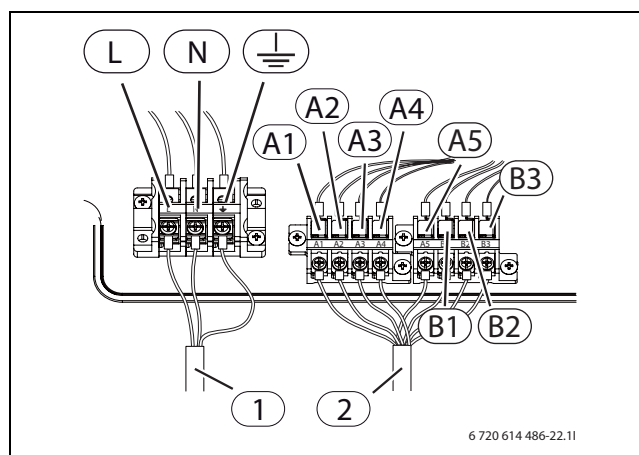

Fig. 32 Beskrivelse av koblinger, polklemme for varmepumpe
- ▶ Koble til kablene som vist i fig. 32 - side 34.